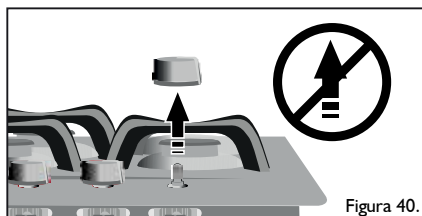

Figura 40.
- No hale las perillas, porque el cono interno podría desacomodarse y originar fugas de gas (Figura 40).